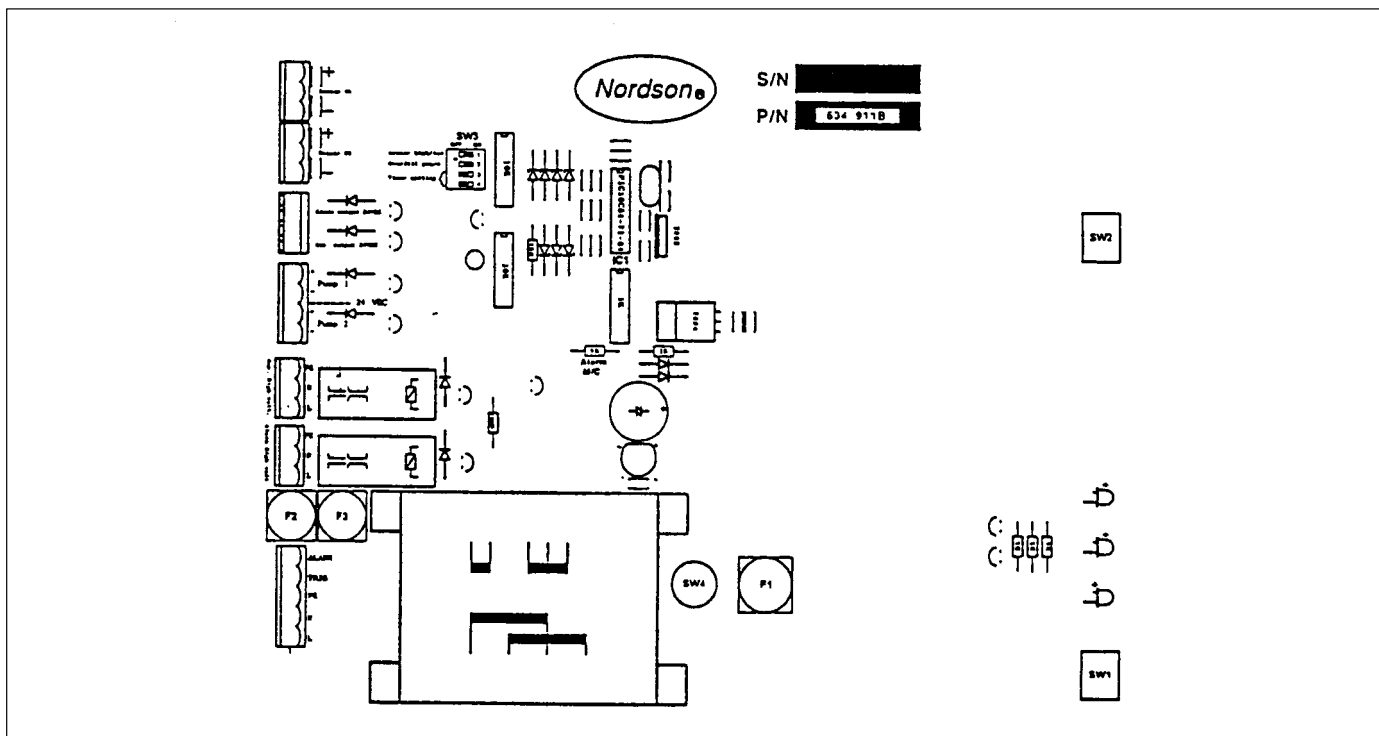

Fig. 3-2 Réglage de la carte électronique
2. Régler les interrupteurs SW3 et SW4 comme indiqué ci-après. Cf. figure 3-2.